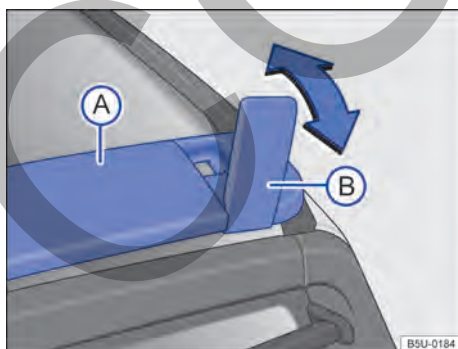

Fig. 125 En el techo: travesaño y soporte articulado.
Utilizar solo el travesaño del techo → fig. 125 (A) y los soportes articulados (B) como apoyo para fijar los objetos con mayor altura o que no puedan acomodarse totalmente sobre el piso del compartimento de carga → ⚠.